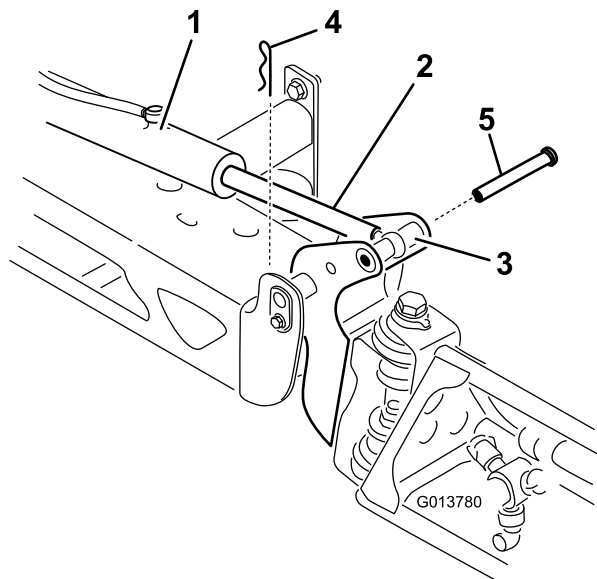

Figure 109
2. Retirez la goupille fendue de l'axe de pivot (Figure 109).
3. Élevez la rampe et retirez l'axe (Figure 109), puis abaissez lentement la rampe au sol.
9. Tout en maintenant la rampe, insérez l'axe dans le pivot de rampe et la tige du vérin (Figure 109).